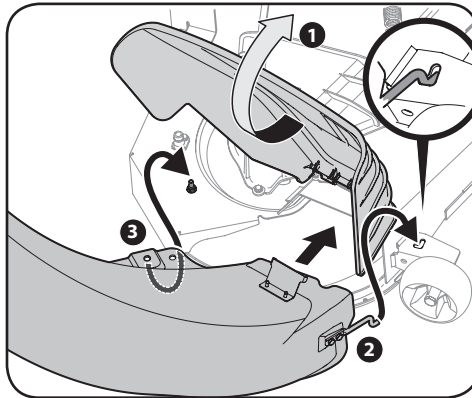

Figure 4-16
2. Soulevez le déflecteur de goulotte (consultez le numéro 1 de la Figure 4-16 sur le plateau de coupe et maintenez-le pendant que vous placez la goulotte de descente sur l'ouverture.
3. Insérez l'extrémité du coude de la goulotte de descente de décharge (2) dans l'orifice prévu à cet effet dans la roue du plateau de coupe, comme illustré dans l'encart de la Figure 4-16.
4. Faites pivoter la goulotte de décharge de descente vers l'arrière jusqu'à ce que l'orifice du coude de la goulotte de décharge s'aligne sur le plateau de coupe. Déplacez le coude de décharge vers le bas sur cette broche, comme illustré à la Figure 4-16.